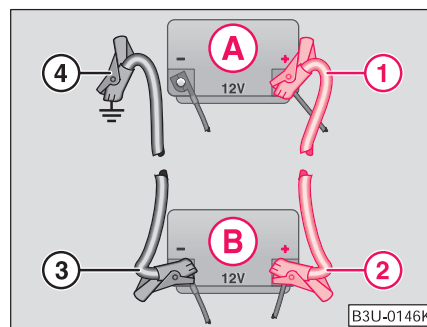

Fig. 147 Ajutorul la pornire cu bateria unui alt autovehicul: A - Bateria descărcată a autovehiculului, B - Bateria care cedează curent.
- Conectați un capăt la polul plus ① ⇒ Fig. 147 al bateriei descărcate ①.
- Conectați celălalt capăt la polul plus ② al bateriei care cedează curent ②.